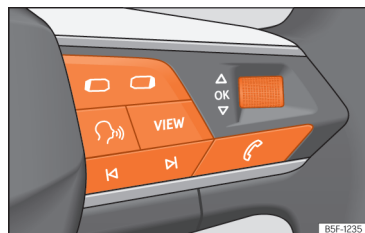

Fig. 13 Lado direito do volante multifunções: botões para utilizar os menus e as indicações informativas do painel de instrumentos (segundo versões).
Enquanto existir uma advertência com prioridade 1 »»» Página 27, não será possível aceder a nenhum menu. Algumas advertências podem ser confirmadas e ocultadas com o botão **OK** do volante multifunções »»» Fig. 13.
- Se aparecer uma mensagem ou o pictograma de um veículo, pressione o botão **OK** »»» Fig. 13; se for necessário, várias vezes.